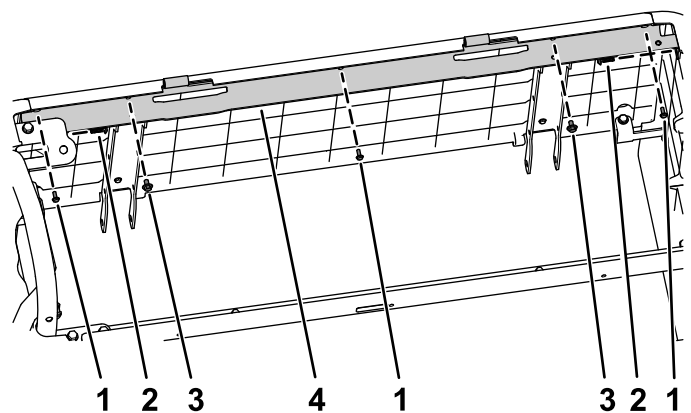

Figura 6
1. Instale o novo suporte do banco utilizando os 3 parafusos previamente removidos (n.º 10 x ½ pol.), dois conjuntos de parafusos com anilha (¼ x ½ pol.) e 2 parafusos de cabeça torx (Figura 6).